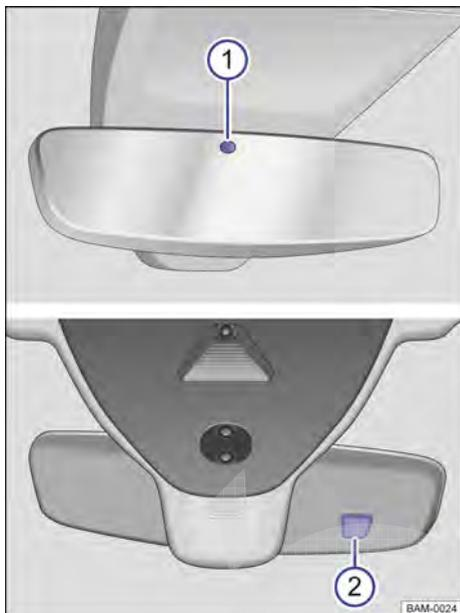

Fig. 120 No para-brisa: espelho retrovisor interno com antiofuscante automático.
Com a ignição ligada, os sensores medem a incidência de luz na parte de trás → Fig. 120 ① e da frente ②.